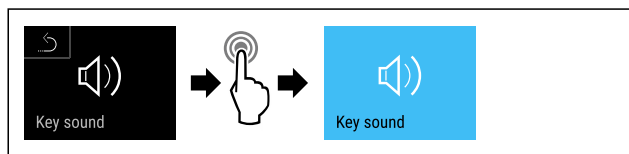

Fig. 112
- Handlungsschritte (siehe Fig. 112) durchführen.